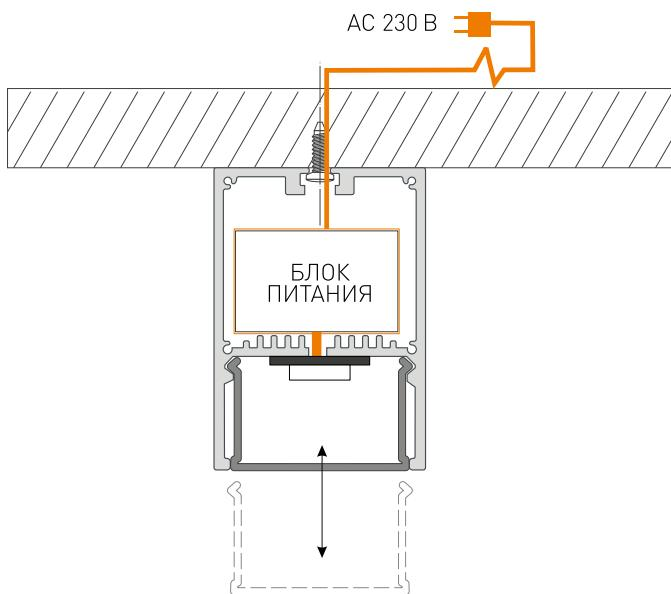

Рис. 1. Установка и подключение светильника
- Закрепите светильник на поверхности при помощи саморезов через установочные отверстия светильника и установите экран в светильник, как показано на рис. 1.